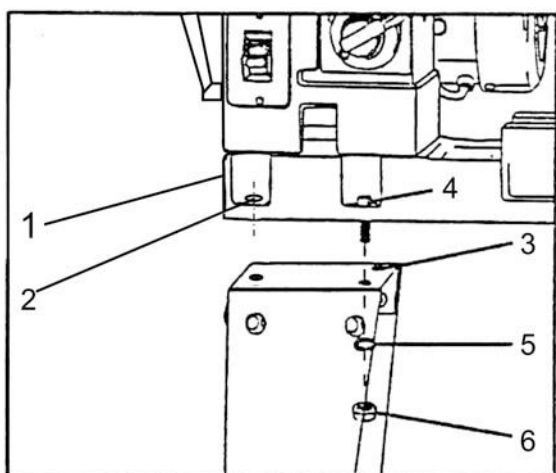

Рис.4
8.2. Установка машины на основании (Рис. 4)